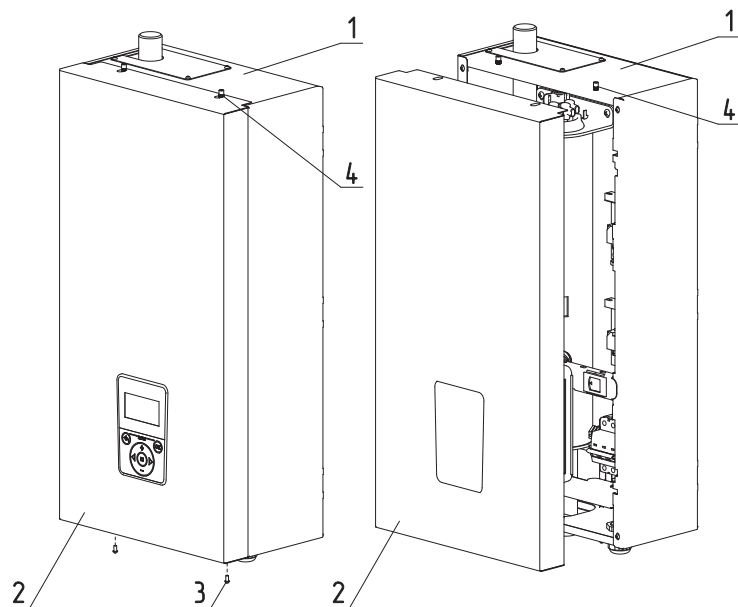

Рис.14 Снятие кожуха
- выкрутить болты крепления (**Рис.14 поз.3**);
- переместить кожух вверх, сняв с зацепов (**Рис.14 поз.4**);